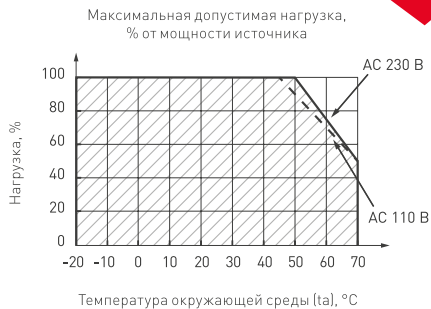

Рис. 3. Нагрузочная способность источника питания в зависимости от температуры
Диапазон рабочих температур окружающей среды	-20... +50 °C (см. рис. 3)
- 4.3. Не нагружайте источник питания более 80% от его максимальной мощности. Учитывайте, что с повышением температуры окружающей среды максимальная мощность источника питания снижается (см. график зависимости на рис. 3).